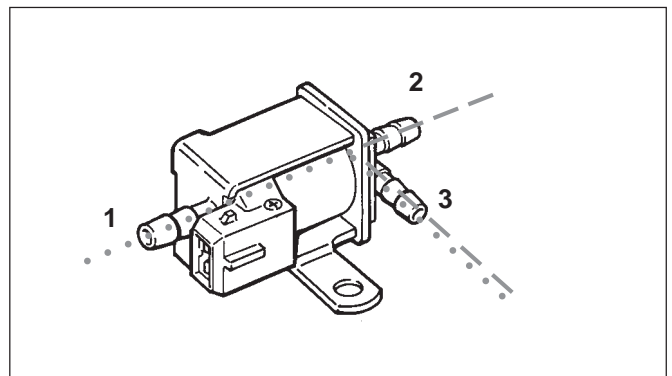

Abb. 2 El. Umschaltventil
- Mit Handunterdruckpumpe auf Durchgang prüfen, Abb. 2.
- Stromlos Handunterdruckpumpe an Anschluss 2, Abb. 2 anschließen und Druckdifferenz ca. 500 mbar anlegen.